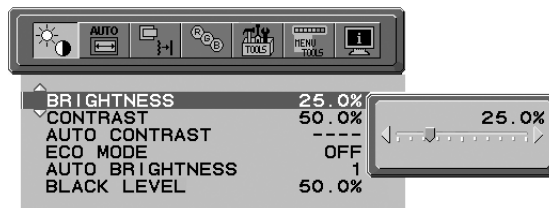

Figure 3
2. Définissez le niveau SOMBRE. Il s'agit du niveau de luminosité sur lequel le moniteur se règle lorsque la luminosité ambiante est au plus bas. Assurez-vous que la pièce est à sa luminosité minimale lorsque vous définissez ce niveau. A l'aide des boutons frontaux, déplacez ensuite le curseur sur le paramètre LUMINOSITÉ. Choisissez le niveau de luminosité désiré (**Figure 3**).